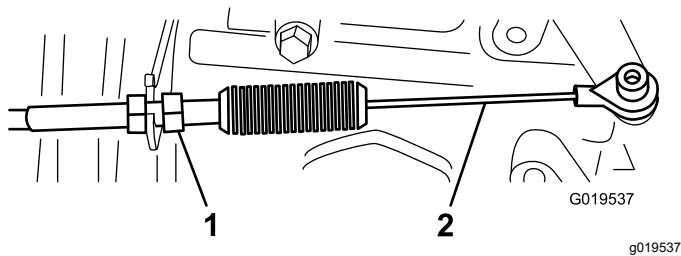
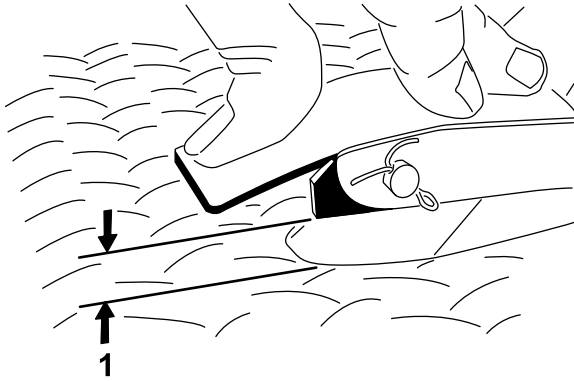

図 67
図 68
2. アクセルペダルの中央部を 11.3 kg の力で踏んだときに、ペダルと床のすきまが 2.54-6.35 mm となるようにアクセルケーブル図 67 のボールジョイントを調整する図 68。
3. ロックナットを締めつける図 67。